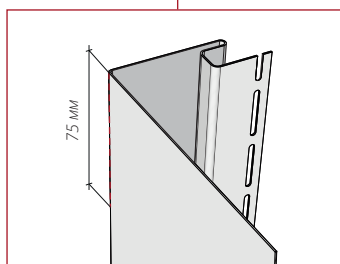
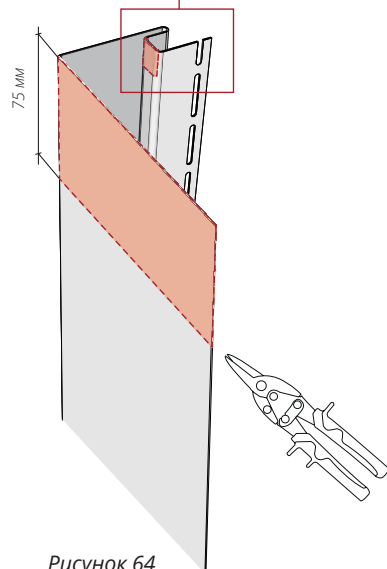
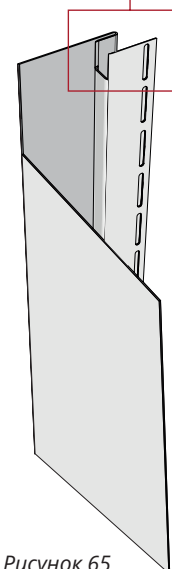

Рисунок 63
Рисунок 64
Рисунок 65
15.13 Сделайте разметку с последующим подрезом согласно (Рис. 63), рез должен проходить по середине загиба. Далее отмерьте и подрежьте широкую часть приоконной планки согласно (Рис. 64), произведите вырез паза приоконной планки согласно (Рис 64.1). Готовый результат на (Рис. 65).